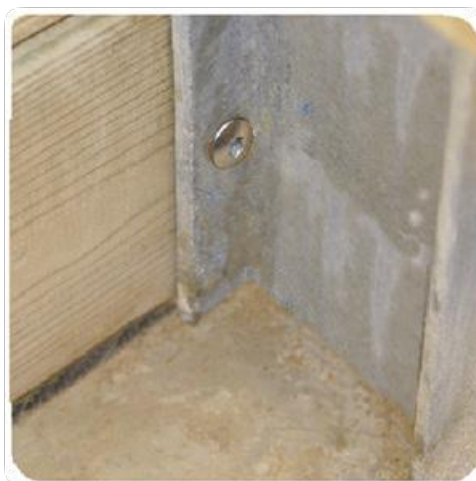

Figure 11 – Bevestiging van de planken op de steunpoten
- op de 4 steunpoten (deze zijn voorgeboord, zie *Figure 11*) met 36 rvs Torx veiligheidsschroeven 6 x 30 A2 (pakket D).